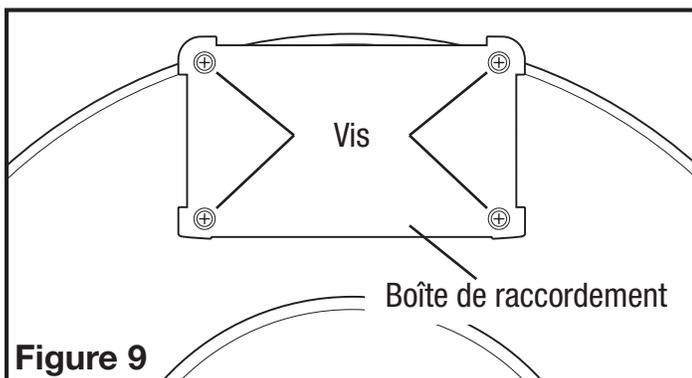

Figure 9
- Retirez les vis de la plaque du couvercle de la boîte de raccordement située sur le côté du moteur (Figure 9).